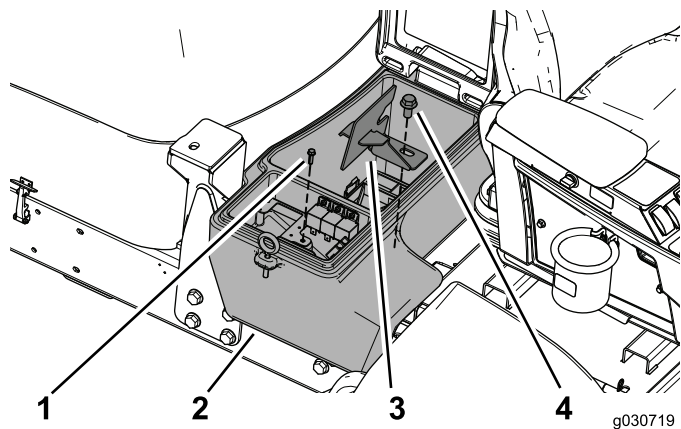

Рисунок 22
5. Присоедините зажим отделения аккумулятора и отделение аккумулятора к машине, используя винт для крепления пластины жгута проводки и болт (1/2 x 1 дюйм) (Рисунок 22).